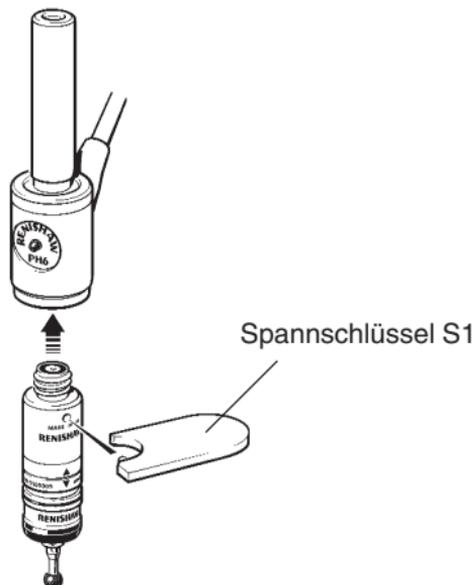

Abbildung 20 – Anbau eines taktil schaltenden KMG-Messtasters an einen manuellen Tastkopf (PH6 im Beispiel)
Befestigen Sie einen taktil schaltenden KMG-Messtaster mit M8-Gewinde bzw. mit Autoaufnahme wie nachstehend beschrieben (siehe Abbildung 20):
2. Setzen Sie den Spanschlüssel S1 (im Lieferumfang) wie in Abbildung 20 gezeigt am taktil schaltenden Messtaster an.